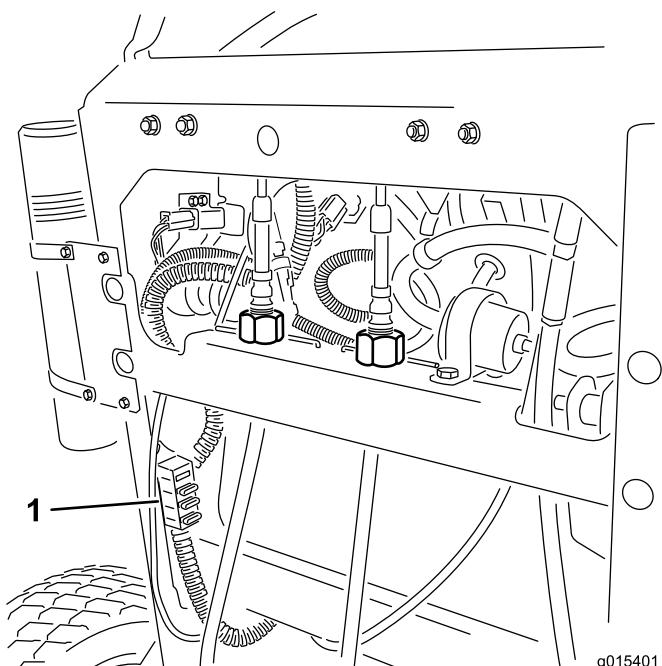

Figura 54
- Tire hacia fuera del fusible para retirarlo o cambiarlo (Figura 54).
Nota: Asegúrese de instalar un fusible del tamaño correcto (Figura 54).